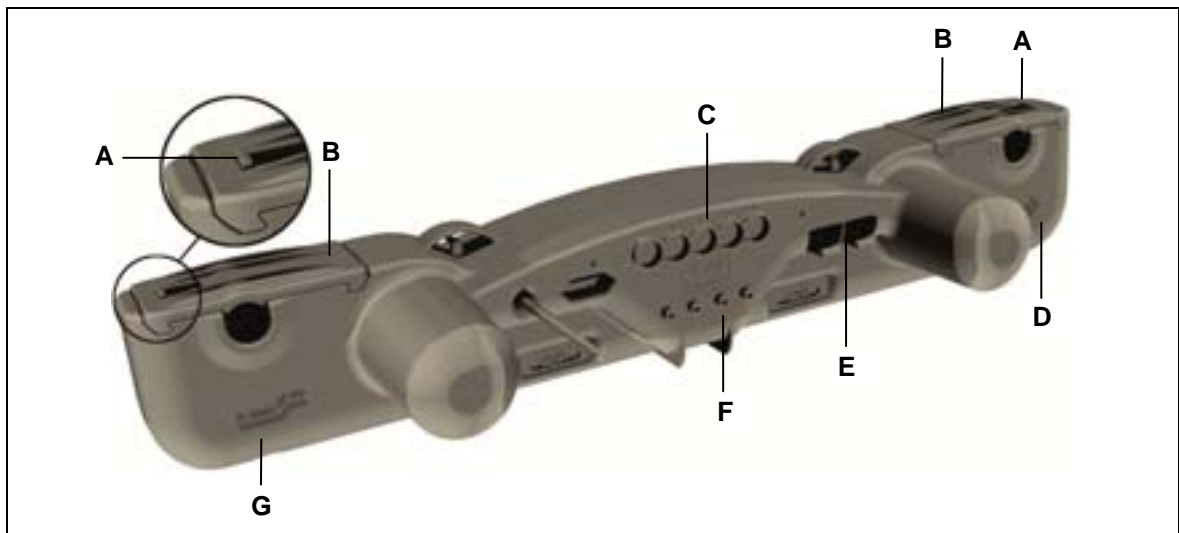

Abbildung 4 Hauptbestandteile des Doppelantriebs DUOMAT 8
- 2 Ziehen Sie die optionale Schließersicherung (siehe Abbildung 4) zur Mitte, bis diese einrastet.
- 3 Ziehen Sie die Schließer (A) mit etwas Kraft seitlich komplett ab. Die Aufnahmen (B) für die Beschläge (D) werden frei.
- 4 Bringen Sie den DUOMAT 8 in die richtige Position zur Applikation. Die Aufnahmen für die Kopf- und Fußseite müssen den jeweiligen Beschlägen an der Applikation zugeordnet sein (Symbole am DUOMAT 8 siehe Abbildung 4).
- 5 Schieben Sie den Antrieb mit den Aufnahmen (B) auf die Beschläge (D).
- 6 Schieben Sie die Schließer (A) wieder auf den Antrieb. Der DUOMAT 8 ist fest mit der Applikation verbunden.
- 7 Schieben Sie die optionale Schließersicherung (siehe Abbildung 4) nach außen, bis diese einrastet.